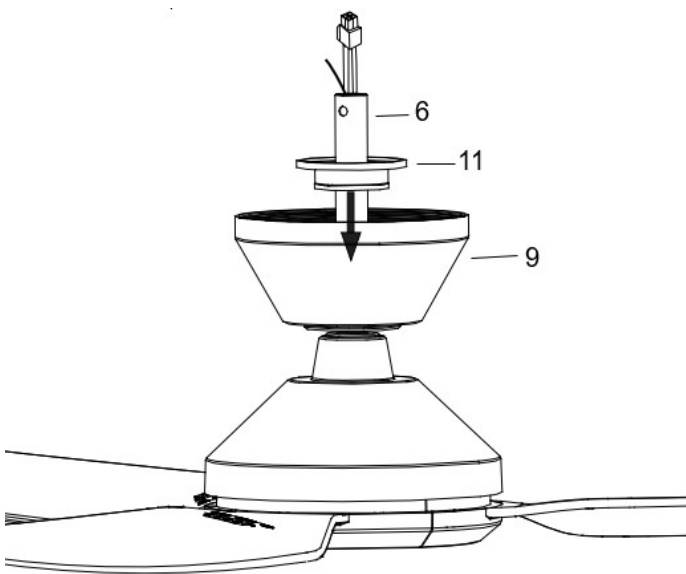
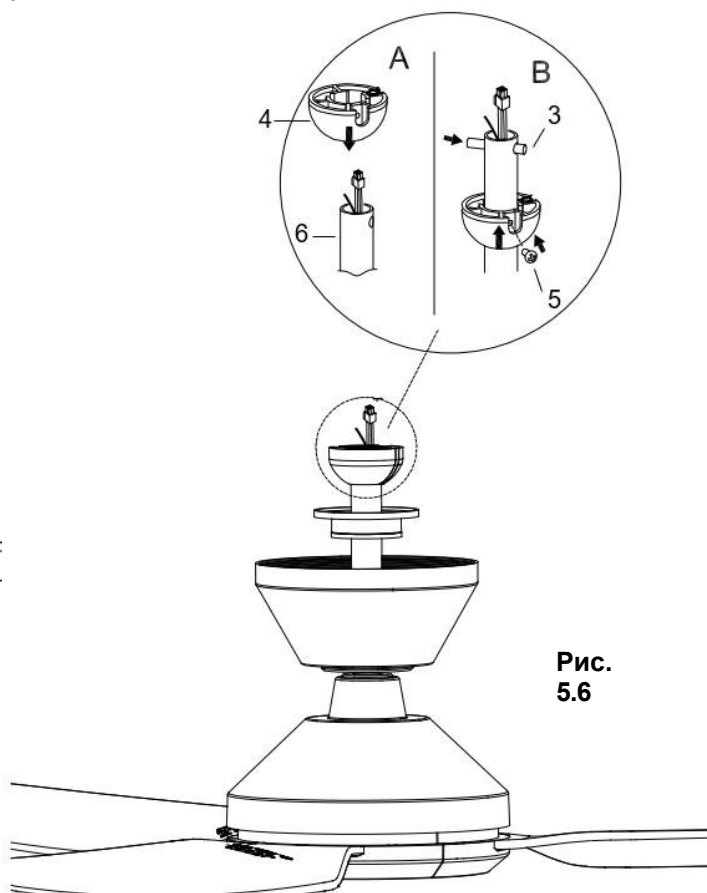

Рис. 5.5
Рис. 5.6
7. Вставте козирок (5) та кронштейн козирка (11) на тягу (6) і встановіть кульовий шарнір (4) та дюбель (3) назад на нижню тягу (6) і закріпіть, затягнувши установочні гвинти (5). (Рис. 5.5 та Рис. 5.6)